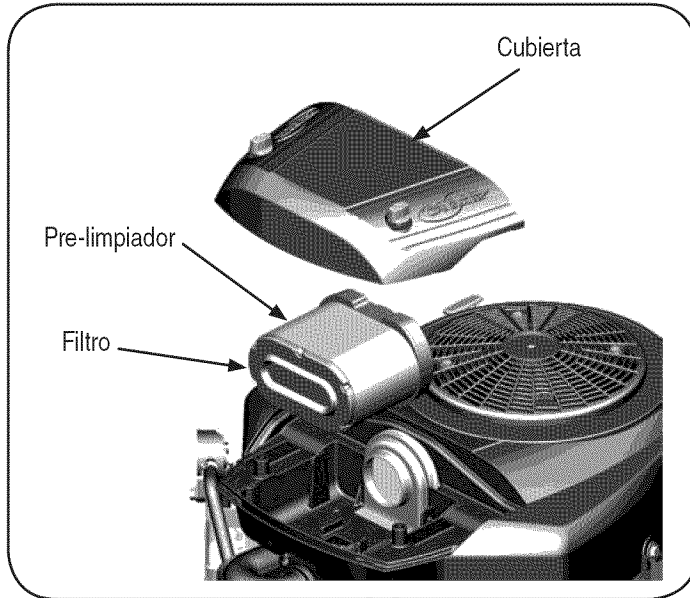

Figura 10
2. Para quitar el filtro de aire, levante el extremo del filtro. Vea la Figura 10.